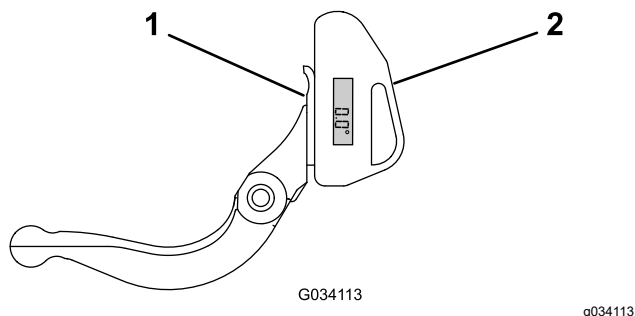

Figure 24
1. Placez l'indicateur d'angle sur la face inférieure de la contre-lame, comme montré à la Figure 24.